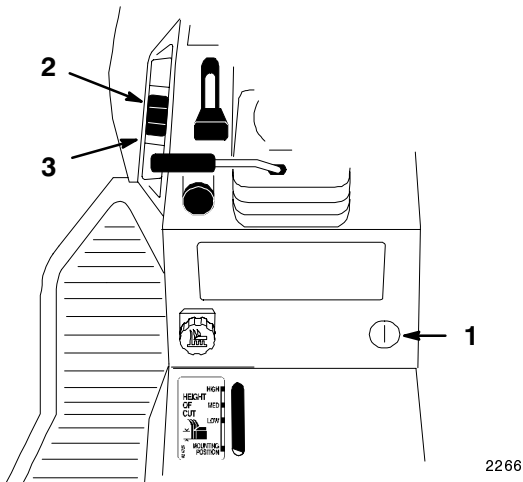

Figure 19
Ce mécanisme (sur certains modèles) (Fig. 19) permet de relever et d'abaisser les accessoires.
1. Tournez la clé de contact en position de contact établi ("ON") ou de marche ("RUN") (Fig. 19).
2. Poussez le levier de commande d'accessoire vers le haut pour élever le mécanisme de commande (Fig. 19). Cela a pour effet de relever l'accessoire et de le maintenir dans cette position.
2. Poussez le levier de commande d'accessoire vers le bas pour abaisser le mécanisme de commande (Fig. 19). Cela a pour effet d'abaisser l'accessoire.